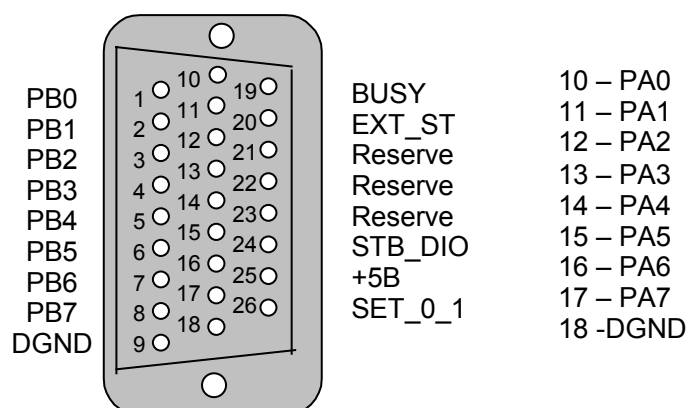

Рис. 7.1
7.1.3 Назначение контактов разъема цифрового порта ввода/вывода XP1 (Рис. 7.1) приведено в таблице (Таблица 7. 2).